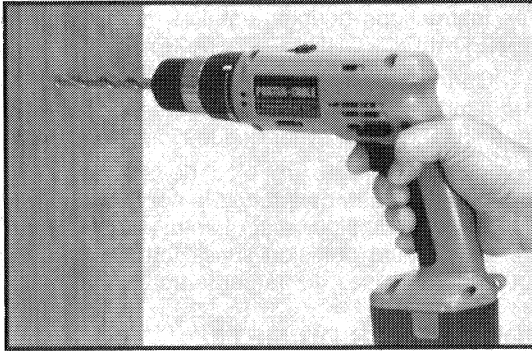

Fig. 7
**ATTENTION:** La partie avant de la foreuse/visseuse peut être sous tension si le foret s'enfonce accidentellement dans un fil sous tension. POUR ÉVITER LES DÉCHARGES ÉLECTRIQUES ACCIDENTELLES, LA FOREUSE/VISSEUSE DOIT ÊTRE TENUE COMME IL EST INDIQUÉ DANS LA FIG. 7.